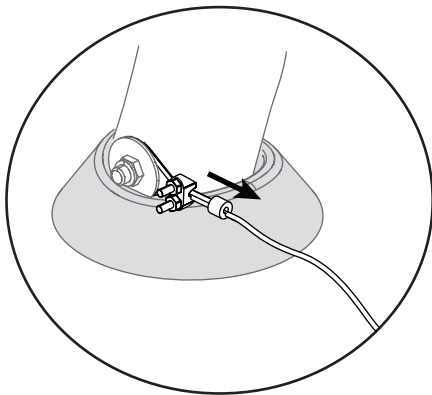
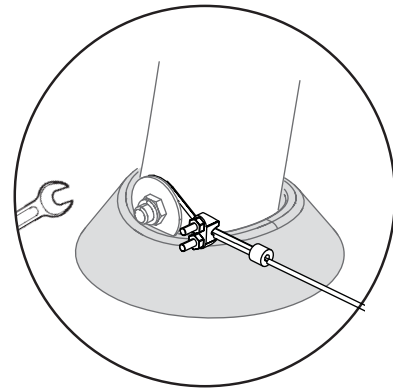
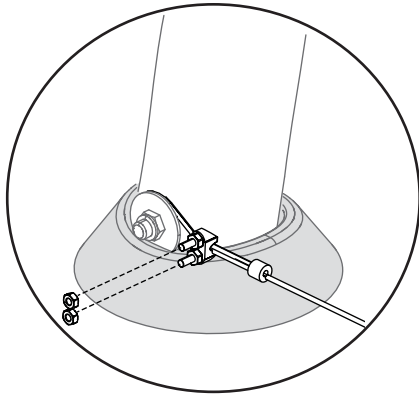

Fig. 1
Fig. 2
Fig. 3
- Now, remove any slack in the cable (**Fig. 1**), then tighten the nuts already on the cable as shown (**Fig. 2**). Secure two additional sets of **Nuts (EMI)** (**Fig. 3, 4**) to the cable to cover any exposed threads.
- Maintenant, éliminez tout jeu du câble (**Fig. 1**), ensuite serrez bien les Écrous qui sont déjà sur le câble comme illustré (**Fig. 2**). Attachez deux jeux d'Écrous (**EMI**) (**Fig. 3, 4**) supplémentaires au câble pour couvrir du filetage exposé.
- Ahora, elimine cualquier suelto en el cable (**Fig. 1**), y, entonces, apriete las tuercas ya están en el cable como se muestra (**Fig. 2**). Sujete dos juegos de **tuercas (EMI)** (**Fig. 3, 4**) adicionales al cable para cubrir cualquier rosca expuesta.